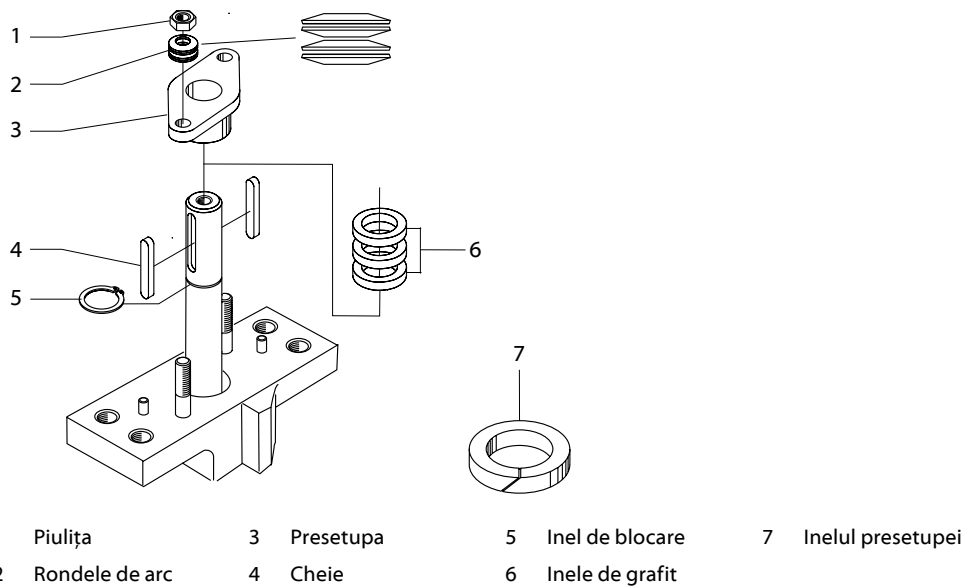

Fig.6-2 Asamblarea presetupei
1. Verificați presetupa după darea în funcțiune și apoi în mod regulat. Restrângeți piulițele presetupei (→ Fig.6-2/1) dacă este necesar.
Rondelele de arc (→ Fig.6-2/2) și inelul de blocare (→ Fig.6-2/5) nu sunt disponibile pentru supapele DN 25–50.
1. Scoateți pana/penele (→ Fig.6-2/4). Pentru supapele DN 80–400, scoateți și inelul de blocare (→ Fig.6-2/5).
2. Scoateți piulițele (→ Fig.6-2/1), presetupa (→ Fig.6-2/3) și pentru supapele DN 80–400, rondellele de arc (→ Fig.6-2/2). Observați cum sunt montate rondellele de arc.
4. Folosind presetupa, adăugați noile inele de grafit comprimate (→ Fig.6-2/6) unul câte unul. Numărul de inele adăugate va depinde de dimensiunea supapei. Inelul superior trebuie să fie la același nivel sau ușor sub nivelul secțiunii superioare a flanșei dispozitivului de acționare.
1. Tăiați inelul presetupei (→ Fig.6-2/7) pe diagonală.